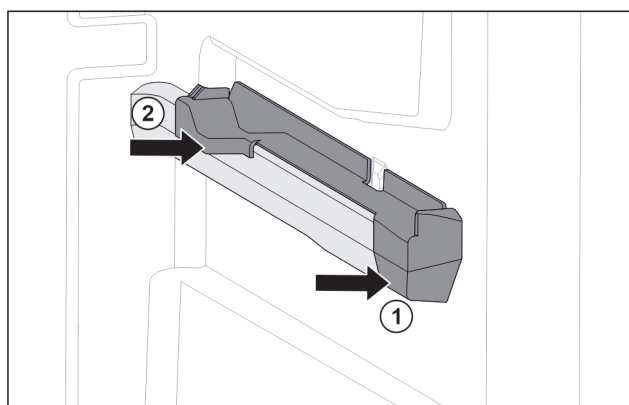

Fig. 132 Aufsteckteil auf der rechten Behälterrippe
- Aufsteckteil vorne an Behälterrippe ansetzen. Fig. 132 (1)
- Aufsteckteil hinten andrücken. Fig. 132 (2)